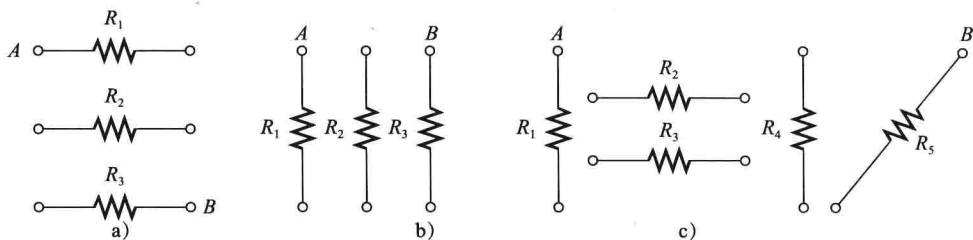

图 4-65 习题 1 图
1. 将图 4-65 所示的各个电阻器串联接到 A、B 两点之间。